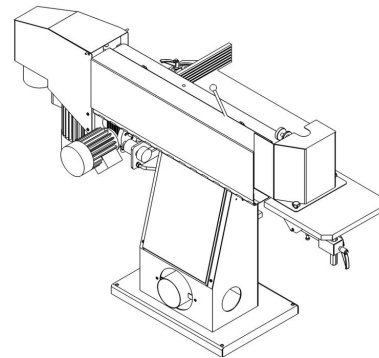

Abb. 5: Absaugvorrichtung anschließen
Mit Hilfe der Abbildung 5 und den folgenden Anweisungen kann die Absaugvorrichtung angeschlossen werden.
Schritt 1: Den Schlauch (Durchmesser 120 mm) mit der Absaugvorrichtung (G) verbinden und befestigen, welche sich auf der Rückseite der Kantenschleifmaschine befindet (siehe Abb. 5).